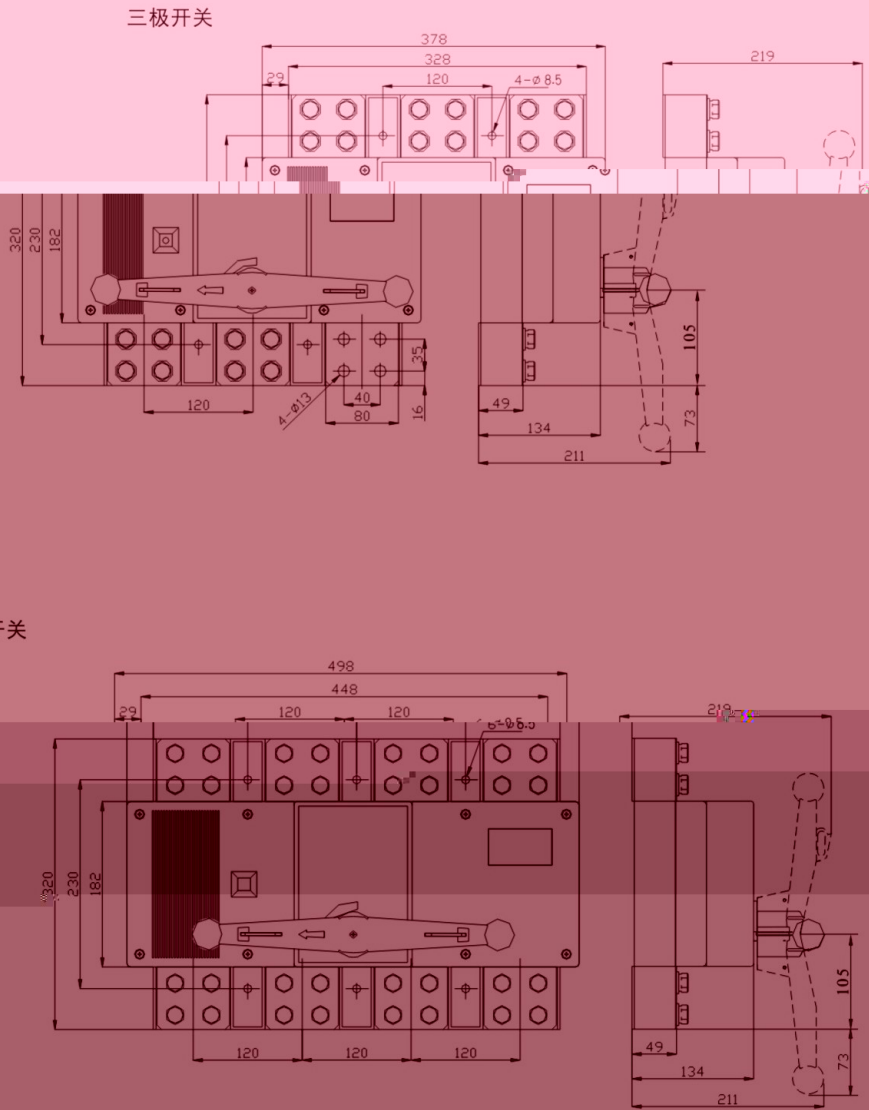

图3
2. HSG1-1250、1600隔离开关的外形及安装尺寸见图3